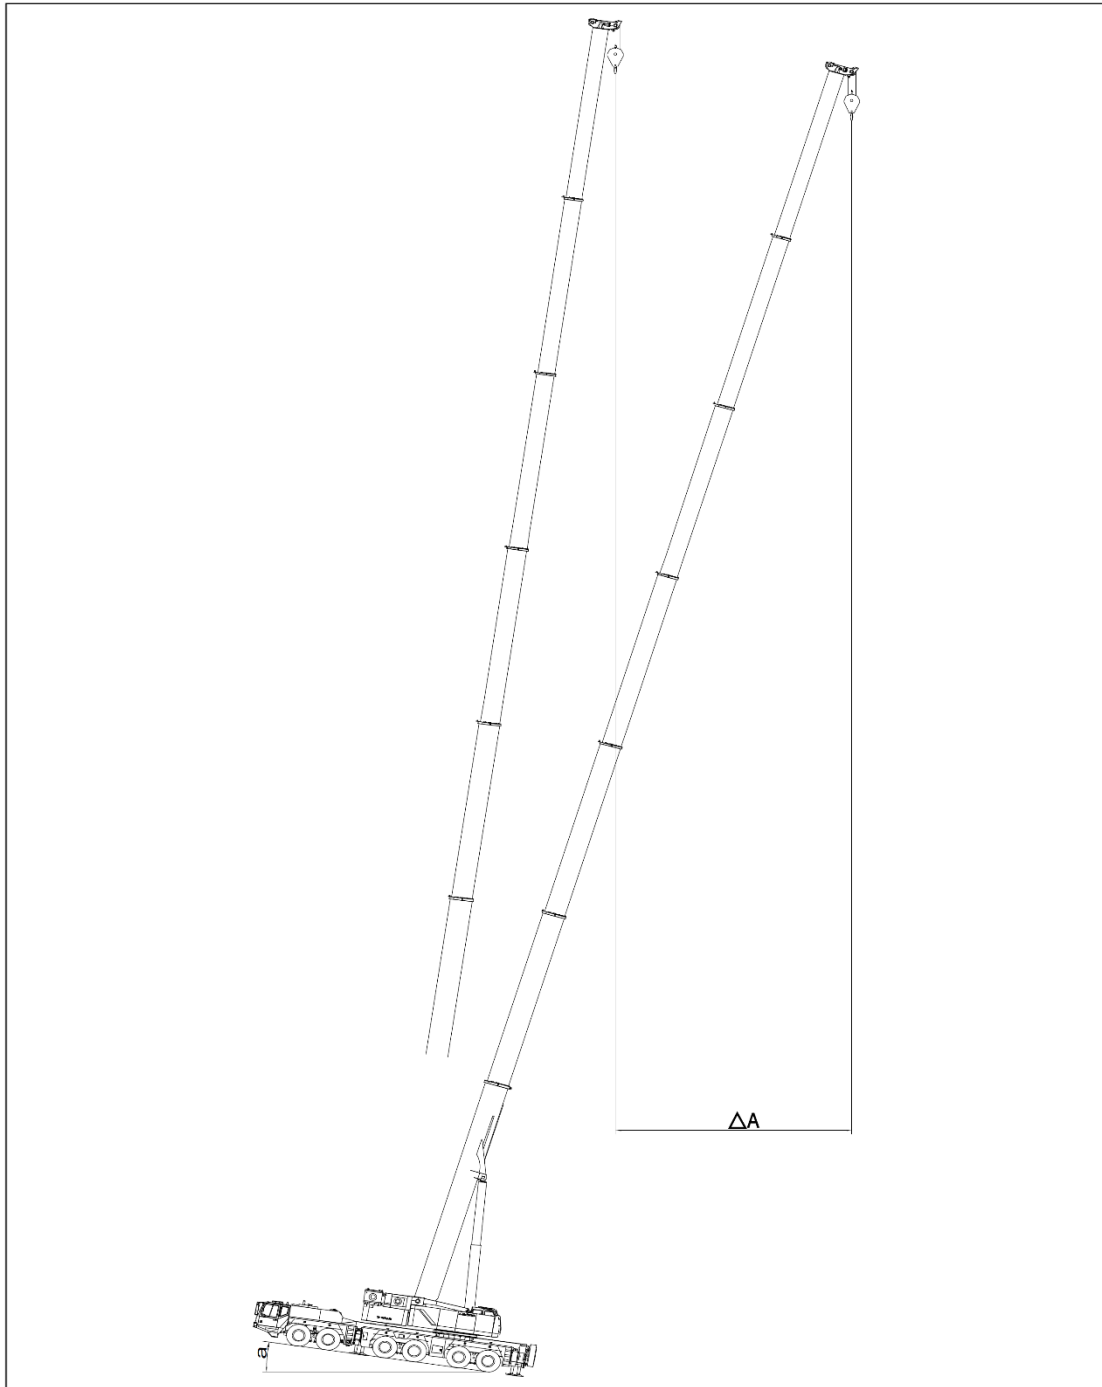

Figura 2-2 **Ângulo de inclinação do guindaste**
- d) Antes da operação, nivele o guindaste. Em qualquer condição de trabalho, o ângulo de inclinação do guindaste não deve ser superior a $0,6^\circ$. Consulte a figura 2-2.